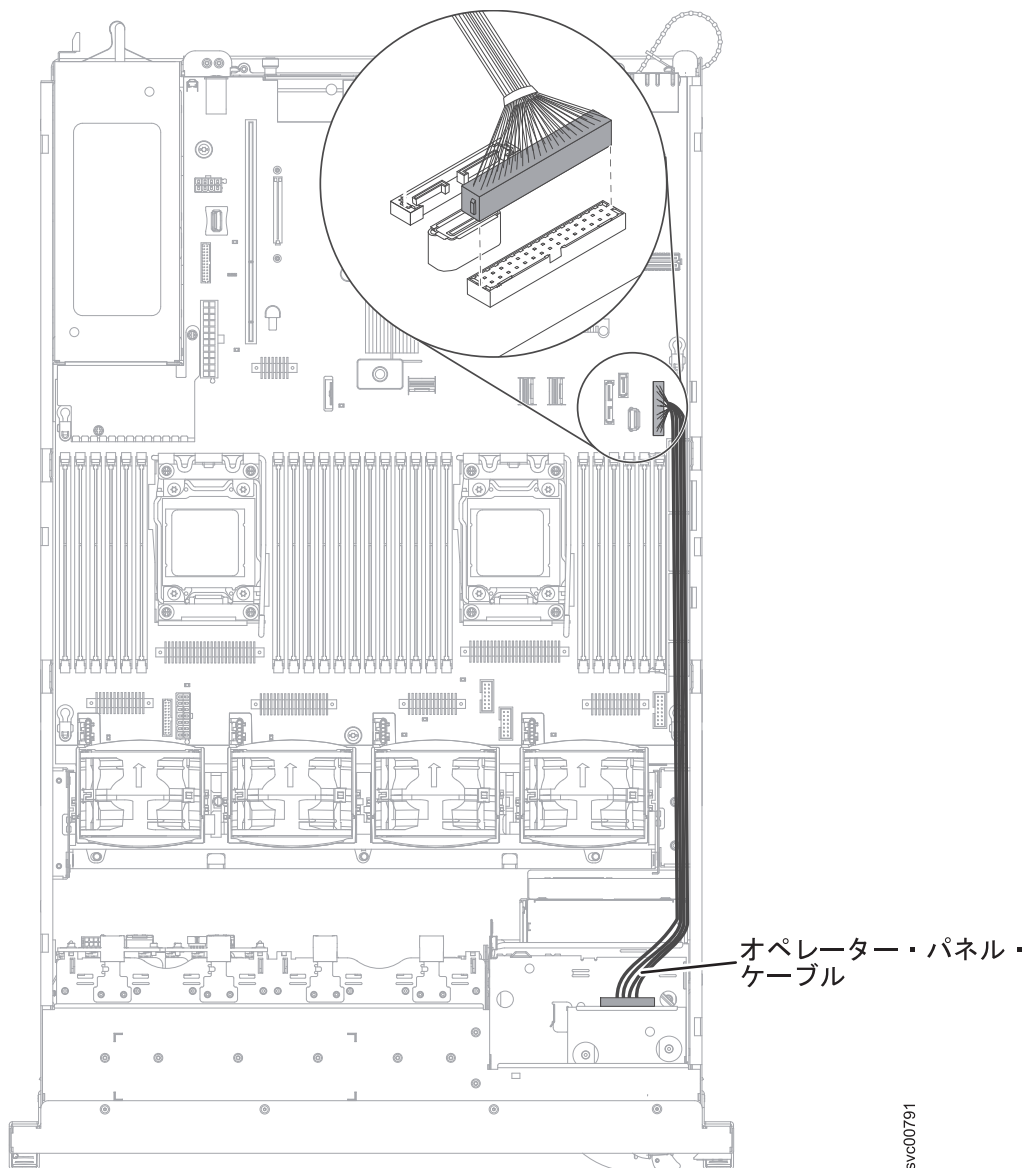

図 169. 2145-DH8 オペレーター情報パネル・ケーブルの取り外し
3. 212 ページの図 169 に示すように、ノードの右側のコネクタからケーブルを取り外します。